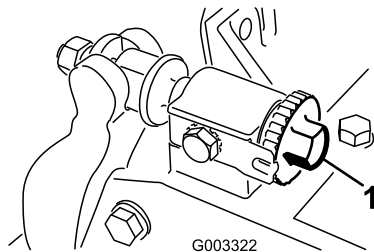

Figura 11
1. Coloque la unidad de corte en una superficie de trabajo plana y nivelada. Gire los tornillos de ajuste de la barra de asiento en el sentido contrario a las agujas del reloj para asegurarse de que la barra no está en contacto con el molinete (Figura 11).
de asiento no están apoyadas en la superficie de trabajo (Figura 11).